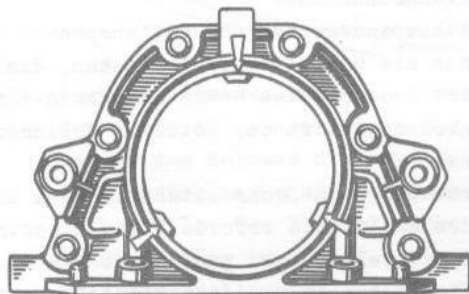

Bild 2-20. Halter der hinteren Kurbelwellendichtung. Die Zeiger geben die Vorsprünge zum Zentrieren des Halters in Bezug auf den Kurbelwellenflansch an
- auf Kurbelwellenflansch eine Beilage des Dichtungshalters stecken und in die Sitzstellen des Halters (Bild 2-20) Befestigungsschrauben des vorderen Kupplungsgehäusedeckels stecken;